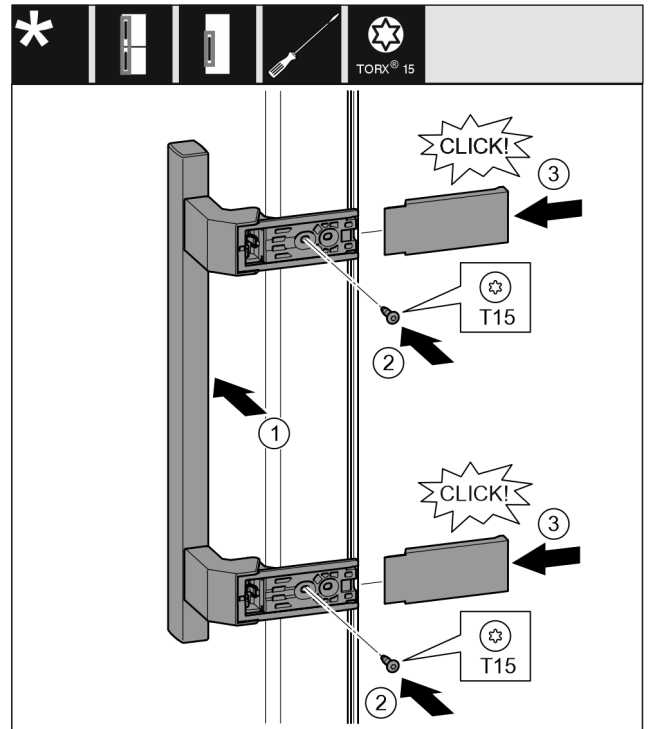

Fig. 18
- ▶ Ročaj namestite na nasprotno stran. Fig. 18 (1)
- ▶ Trdno privijte vijake z izvijačem T15. Fig. 18 (2)
- ▶ Pokrove pristavite ob strani in potisnite gor. Fig. 18 (3)